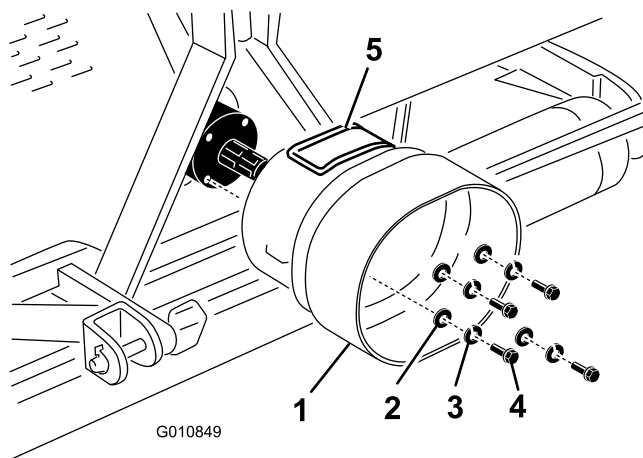

Bild 16
1. Entfernen Sie die vier Schrauben, Sicherungsscheiben und Flachscheiben, die hinten am Aerifizierergetriebe befestigt sind (Bild 16).
2. Befestigen Sie das Zapfwellenschutzblech mit den vorher entfernten Befestigungen am Aerifizierergetriebe (Bild 16). Achten Sie bei der Montage des Zapfwellenschutzbleches darauf, dass die Abdeckung (Bild 16) nach oben oder zur Seite positioniert ist, abhängig von der Konfiguration des Aerifiziererrahmens.
Hinweis: Sie können die Abdeckung (Bild 16) öffnen, um die Zapfwellenbefestigungen leichter zu entfernen und zu montieren.